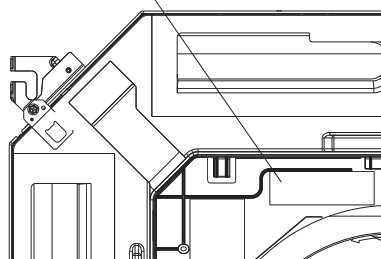

Fig. 3-9
3.8. Étiquette en français (Fig. 3-9)